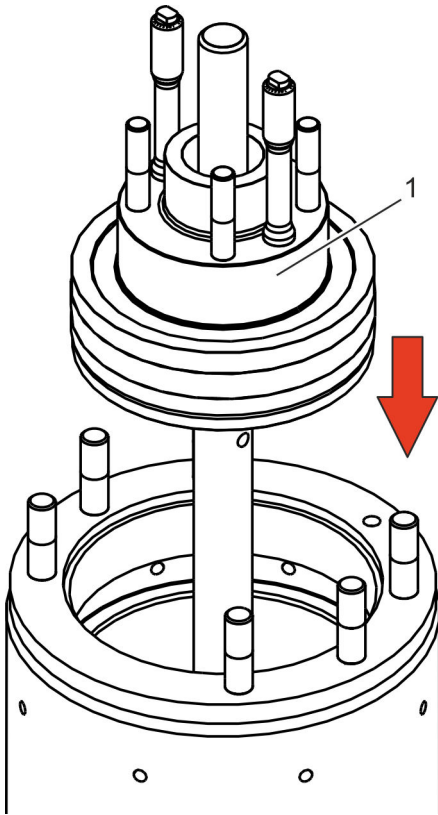

Abb. 46: Verschlussdeckel montieren
33. ▶ Verschlussdeckel (Abb. 46/1) auf die Spindel aufstecken.